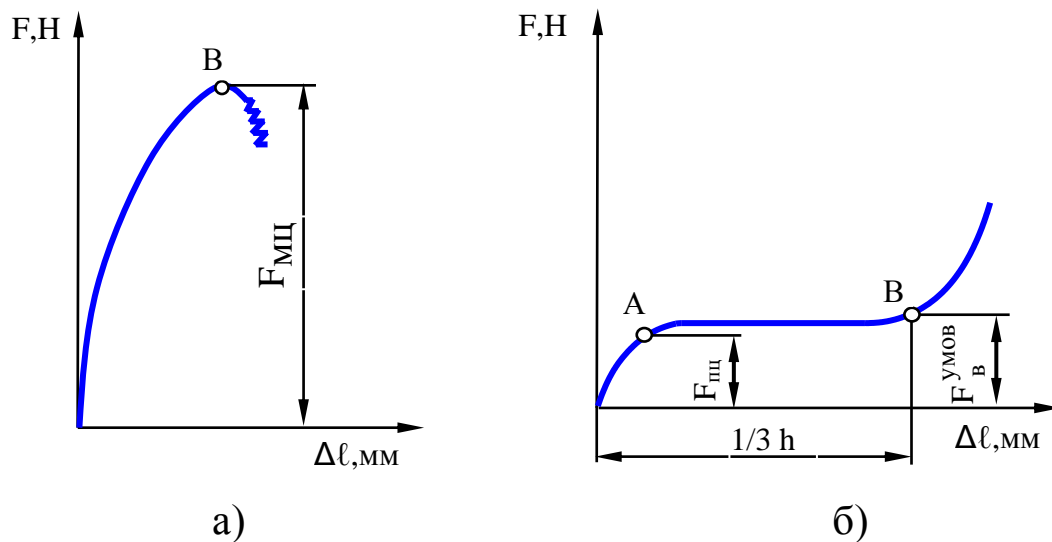

Рисунок 3.3 - Діаграми стиску дерева вздовж волокон (а) і дерева поперек волокон (б).
**Дерево.** Випробування дерев'яного зразка як представника анізотропних матеріалів проводять вздовж (рисунок 3.3б) і поперек (рисунок 3.3в) волокон. Отримані діаграми стиску різко відрізняються одна від одної.
Діаграма **F-Δh** стиску зразка вздовж волокон (рисунок 3.3а), зовні схожа на діаграму стиску чавуна. Між силою **F** і деформацією **Δh** на початку навантаження спостерігається незначна нелінійна залежність, причому нелінійність зростає у міру збільшення навантаження.